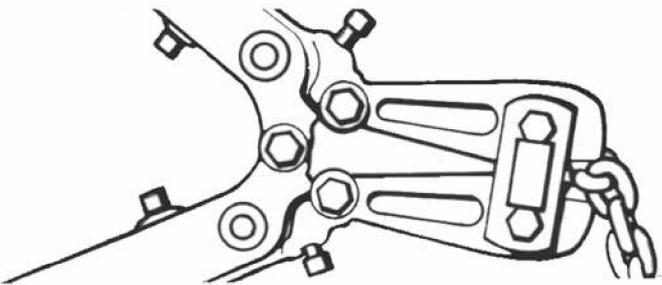

Figura 22. Corte de corrente com um cortador parafuso
- Utilize um cortador de parafusos (Figura 22) parecido com o H.K. Carregador sobre Rodas N° 0590MTC com mordentes cortadores especiais para cortar correntes endurecidas (1” (25,4 mm) de extremidade cortante)